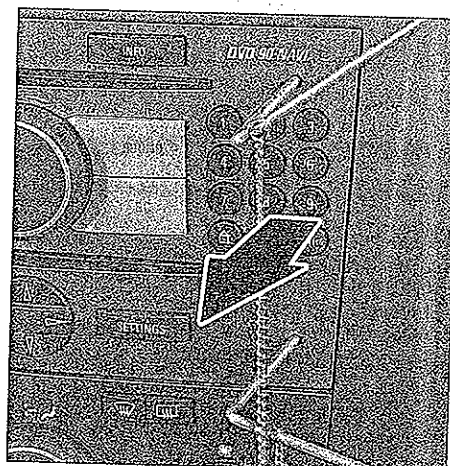

FIG. 23
- Retirar la radio por medio de útiles adaptados (fig. 23).